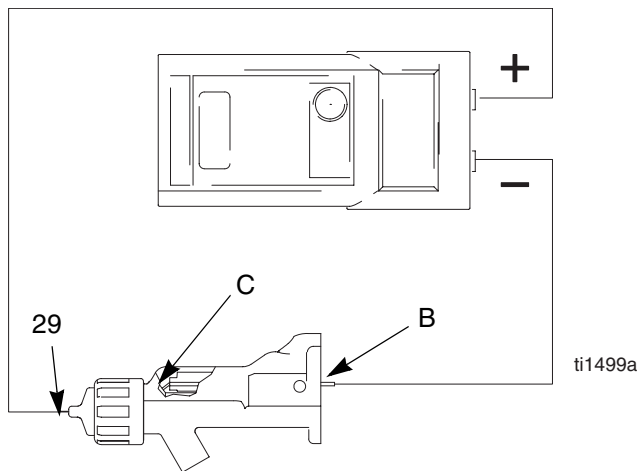

Fig. 8. Pruebe la resistencia del electrodo
1. Introduzca una varilla conductora (B) en el cañón de la pistola (que se desmontó para la prueba de fuente de alimentación) y apriétela contra el contacto metálico (C) de la parte delantera del cañón.
2. Medir la resistencia entre la varilla conductora (B) y el electrodo (29). La resistencia debe estar comprendida entre 20 y 30 megaohmios. Vea la Fig. 8.